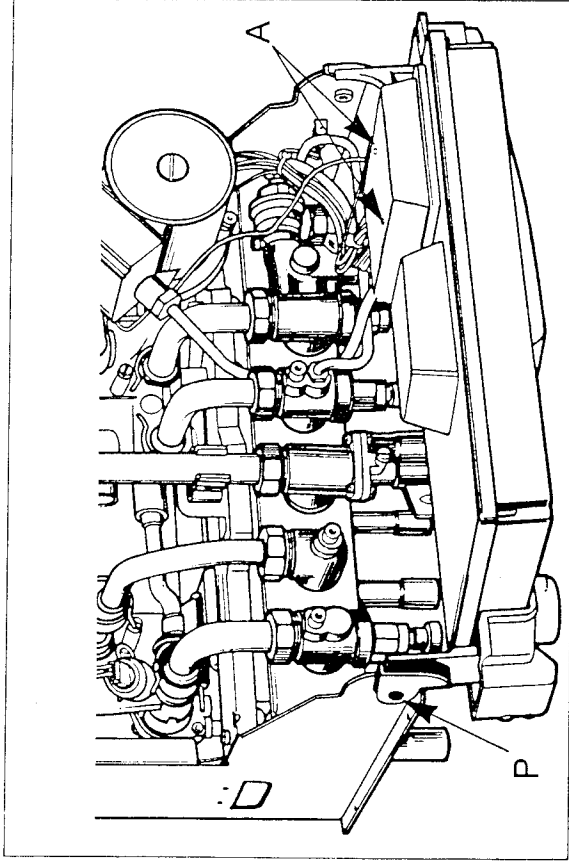

Fig. 11
- Dévisser les deux vis "A" (fig.11) de fixation du capot de protection, ôter le capot.